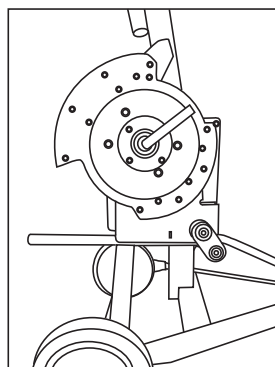

Fig. 4
- Antes de girar la zapata MBCCH-1250, voltee el rodillo del conducto (3) para permitir el acceso al rodillo superior.
- Para girar la zapata MBCCH-1250, coloque el Receptor del asa (4) completamente hacia adelante y aplique presión al asa mientras gire manualmente la zapata hasta que el lado de 1" de la zapata quede hacia abajo (Fig. 4).
- Para cambiar de la zapata de plegado doble (1) de $\frac{3}{4}$ " al lado de 1" de la zapata de plegado doble (1) en RBCCH-1000.